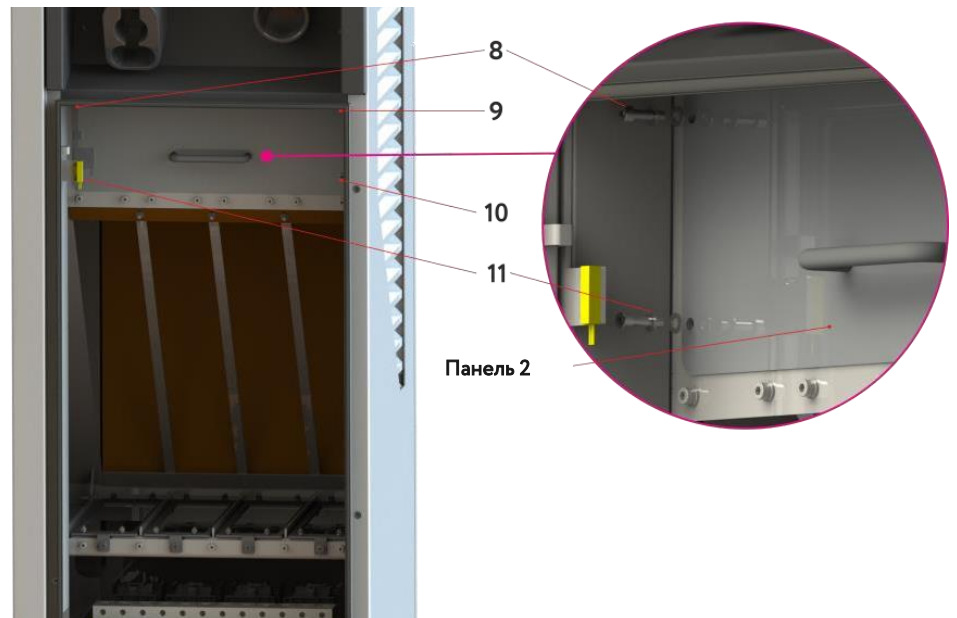

Рисунок 5.17. Доступ до відсіку підключення зарядного модуля
9. Вийміть кріплення 8-11 та зніміть захисну панель 2 (рис. 5.17).